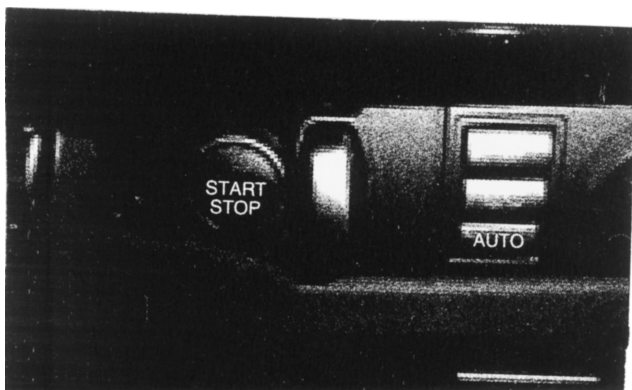

图 1-13 启动按钮
- 1) 把钥匙插入启动开关内（图 1-13）。
- 2) 不要踩制动踏板（踩了就起动设定锁止系统了），按下遥控钥匙边上的起动按钮（START STOP）2 下（图 1-13）。